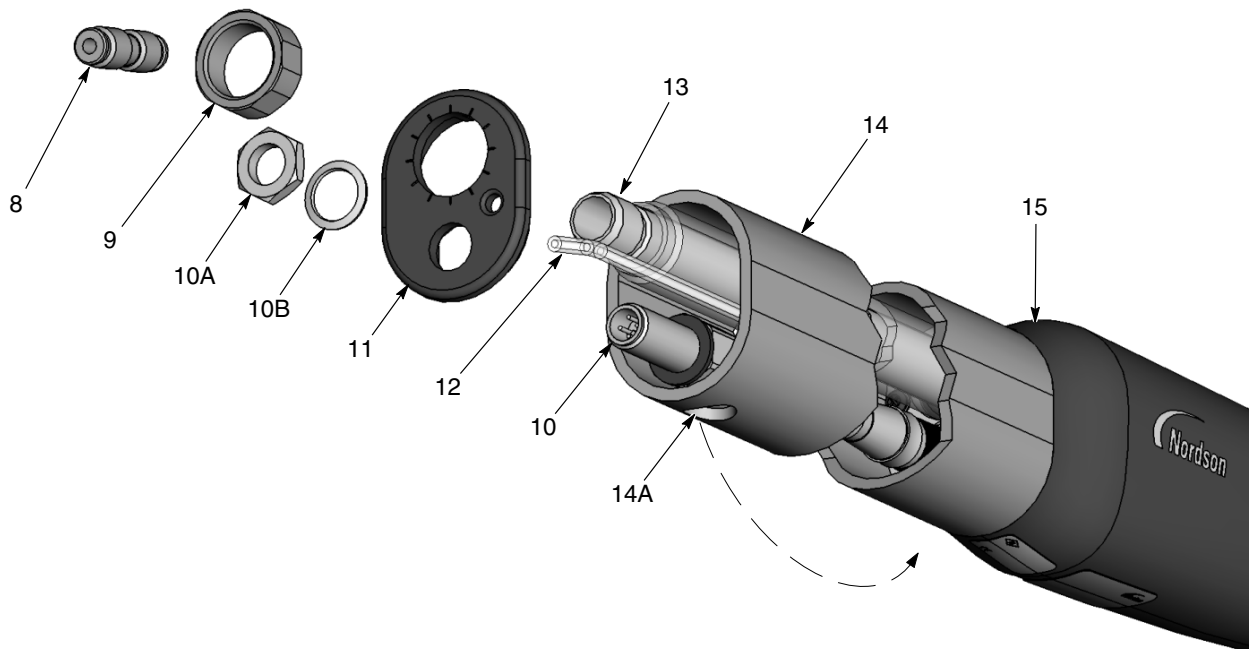

Bild 2 Vändning av monterörret före montage av jonfångare.
1. Se bild 2. Den rörmonterade pistolen levereras normalt med jonfångarens fästhål (14A) på pistolens bakre ände för att förhindra att pulver tränger in i röret. Innan man kan montera jonfångaren, måste monterörret vändas så att man kommer åt jordningsplattan i pistolkroppens bakre ände (15).
- b. Koppla loss skarvnippeln (8) från den transparenta luftslangen (12).
- c. Skruva av klämmuttern (9) från klämröret (13).
- d. Tag av muttern och låsbrickan från (10A, 10B) kabelkontakten (10).
- e. Drag av ändkåpan (11) från monterörret (14).
- f. Drag av monterörret (14) från pistolkroppens bakre ände (15), vänd den om, och sätt därefter samman pistolen igen.